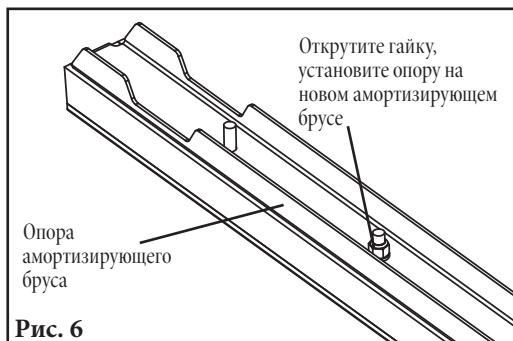

Рис. 6
6. Проверьте по угольнику все U-образные поперечины. с помощью угольника проверьте, что первая U-образная поперечина перпендикулярна конструкции конвейера и надежно к ней прикручена. Затем расставьте оставшиеся U-образные поперечины, соблюдая правильный межцентральный интервал. Применяйте язычки на предусмотренном креплении, чтобы задать этот интервал (рис. 6а). Если это невозможно, используйте размеры, приведенные в табл. 3 (рис. 6б). Затяните все болты на месте. **ПРИМЕЧАНИЕ.** Интервал должен быть задан точно (+/-1,6 мм или 1/16"). Этот шаг крайне важен для успешной установки.
Рис. 6а
Рис. 6б
6. **Снимите опорный брус, если он установлен.** Открутите гайки, удерживающие опору на месте, и установите на новом амортизирующем брусе (рис. 6).